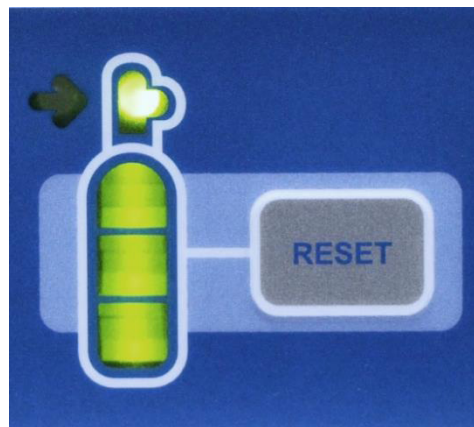

FIGURA 11: BOTÃO RESET DO MEDIDOR DE GÁS DE N₂O
- Encontre o visor do cilindro de gás na frente do cryoICE BOX e observe o botão RESET à direita deste visor. Consulte a Figura 11.